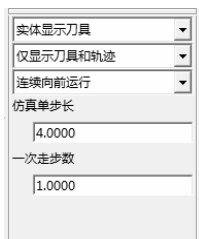

图 4-39 “线框仿真”加工参数
2) 在立即菜单中，依次选择如图 4-39 所示的加工参数。